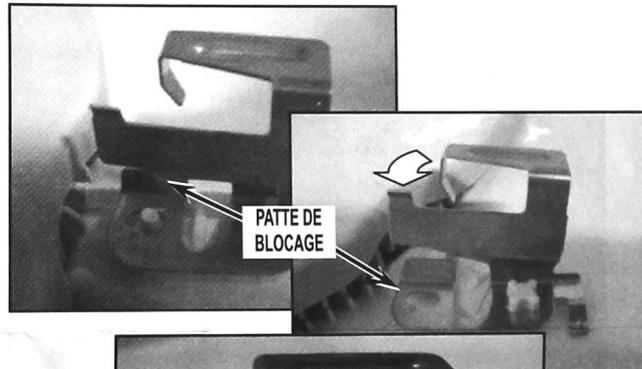

FIGURE 4
10. Enlever et jeter les deux brides de support métalliques de l'élément chauffant en soulevant la patte de blocage et en faisant tourner la bride à angle droit (45°) dans le sens antihoraire. Voir la *Figure 4*.